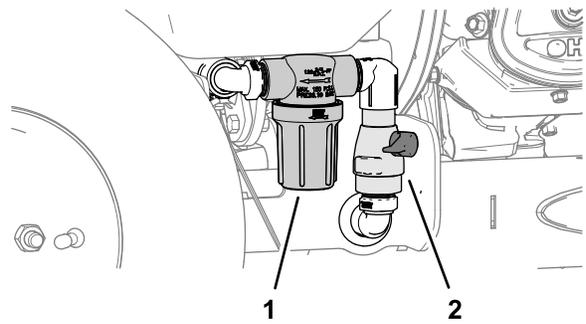

Figura 51
3. Coloque un recipiente debajo del filtro (Figura 51).
2. Gire la maneta de la válvula de cierre de la bomba 90° en sentido antihorario a la posición de CERRADO (Figura 51).
- Gire la maneta de la válvula de cierre de la bomba 90° en sentido horario a la posición de ABIERTO (Figura 51).